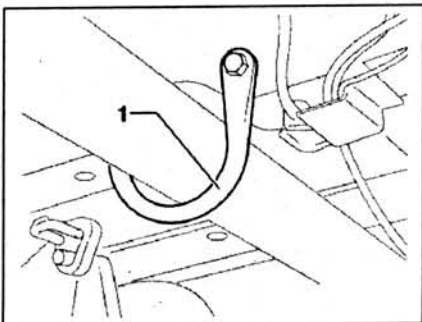

Рис. 4.17. Открутите хомут 1 с одной стороны и ослабьте – с другой.
5. Открутите хомут 1 с одной стороны и ослабьте – с другой (рис. 4.17).